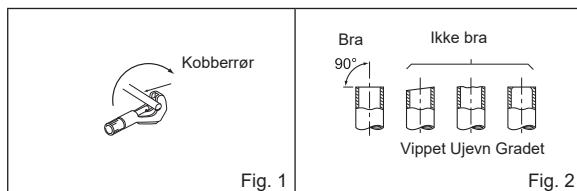

Fig. 1
- 1) Kutt kobberrøret korrekt med rørkutter. (Fig. 1, 2)